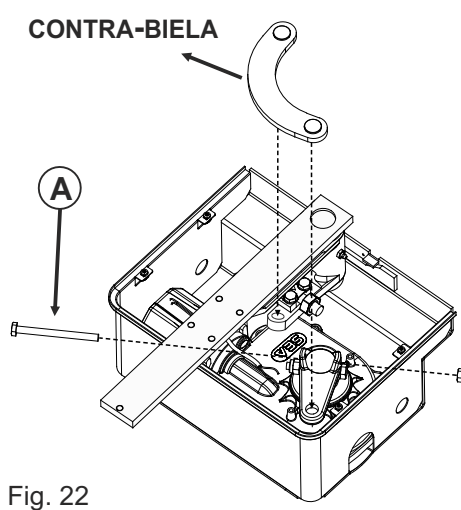
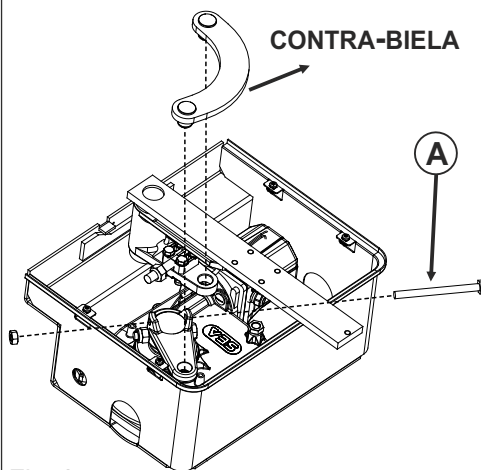

Fig. 22
Fig. 25
**5.2.** Insertar el tornillo «A» como se indica y fijarlo con la tuerca respectiva. Inserte la contra-biela en los agujeros apropiados (adecuadamente engrasados) en el soporte del fin de carrera y en la manivela del operador, como se muestra en la Fig. 22 o Fig. 25;